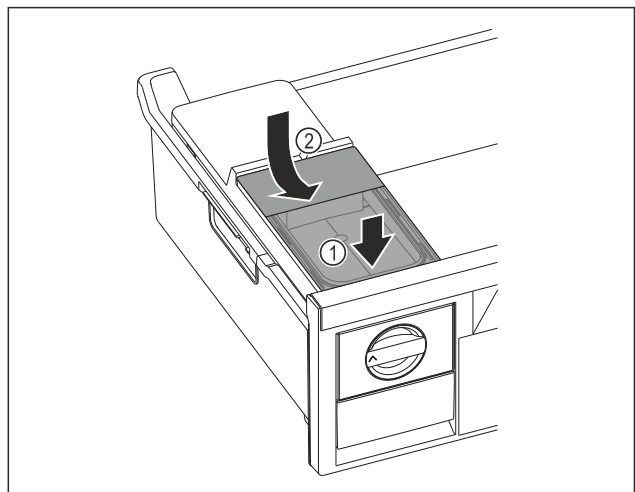

Fig. 82
- ▶ Watertank aan de voorkant plaatsen. Fig. 82 (1)
- ▶ Watertank aan de achterkant laten zakken. Fig. 82 (2)